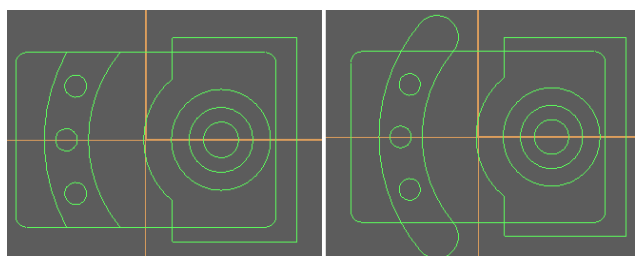

图 5-3 零件 1 的正面二维建模
- 6) 修剪各处, 完成以后的图形如图 5-3 左图所示。
- 7) 分别选择  $\phi 120$ 、 $\phi 160$  的圆弧, 选择圆角角度大于  $180^\circ$ , 圆角 R10 两处。完成以后的图形如图 5-3 右图所示。